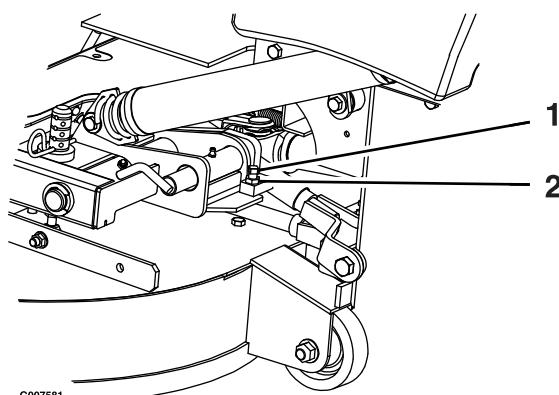

Figura 58
2. Afloje la contratuerca y gire el tornillo de tope en sentido horario hasta que el pestillo de bloqueo esté apretado y no pueda girarse a mano (Figura 58).